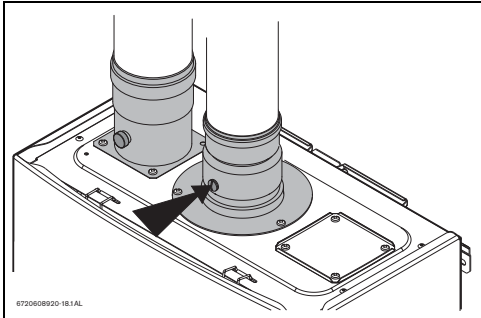

Fig. 48 Punto de medición
- Retirar el tornillo del accesorio de evacuación, consultar la Fig. 48.